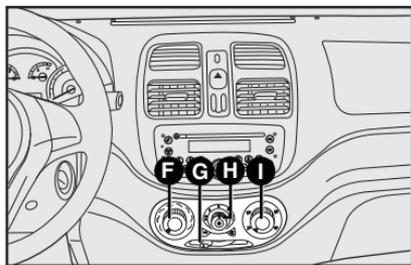

fig. 64
**F-fig. 64** - Selector de temperatura del aire (si está previsto).
**G-fig. 64** - Mando para activar la función de recirculación del aire.
**H-fig. 64** - Selector para activar/desactivación el aire acondicionado.
**I-fig. 64** - Selector para distribución del aire.